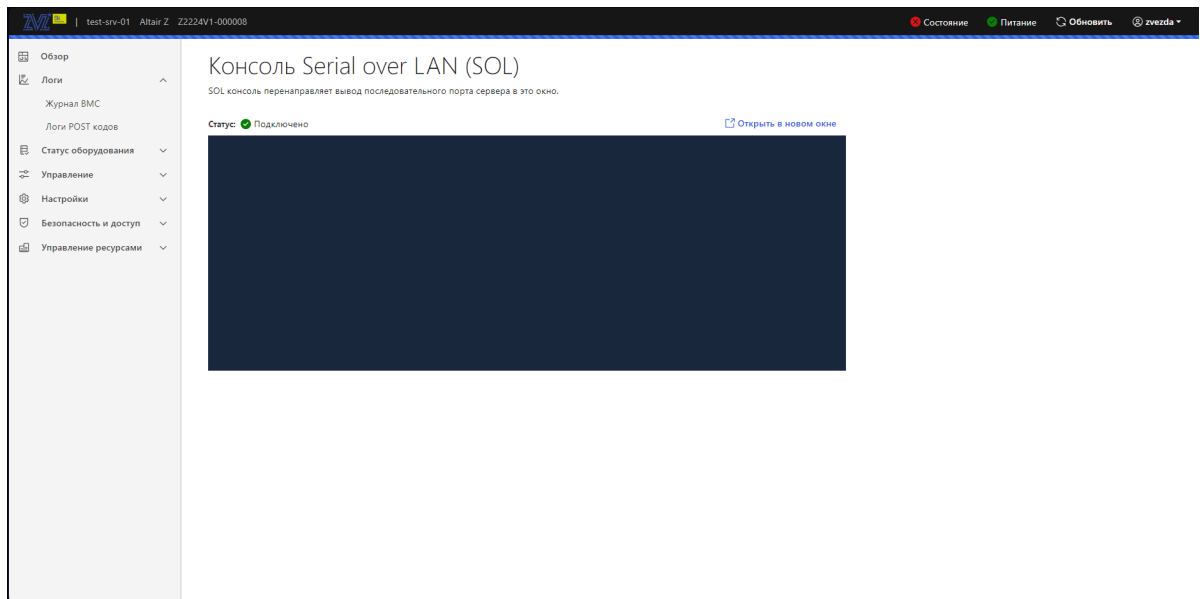

Рис. 80. Окно «Консоль Serial over LAN (SOL)»
- 5) Пройдите во вкладку «Управление» → «Консоль Serial over LAN (SOL)» в данной вкладке осуществляется перенаправление вывода последовательного порта сервера в окно браузера вашей рабочей станции. Окно показано на рис. 80 Окно «Консоль Serial over LAN \(SOL\)»